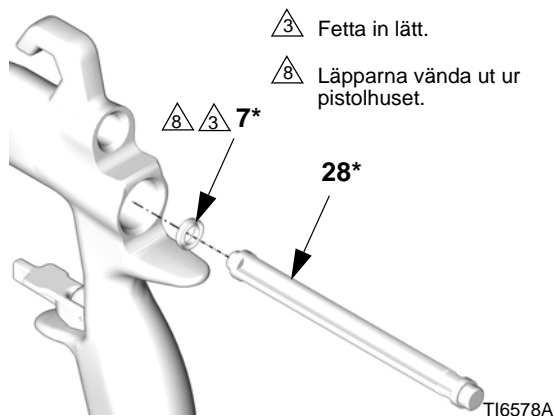

FIG. 42
3. Sätt den nya packboxen (7\*) på sätesmonteringsverktyget (28\*), med läpparna på packboxen vända som i FIG. 42. Tryck in packboxen i bakänden på pistolen tills ett distinkt knäpp känns.